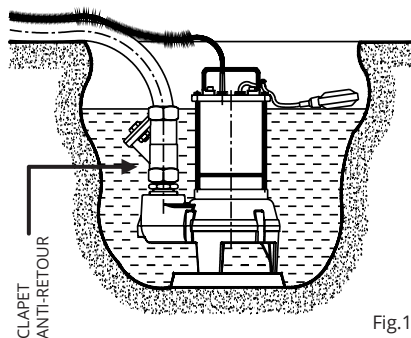

Fig.1
- Si le fond du puits, ou la surface sur laquelle est posée la pompe, est irrégulier et s'il y a risque d'accumulation de gravier, détrit, boue, etc., intervenir en réalisant une base d'appui régulière et surélevée (Fig 1).
- Pour éviter de reflux du collecteur d'évacuation, installer un clapet anti-retour après le refoulement de la pompe (Fig. 1).